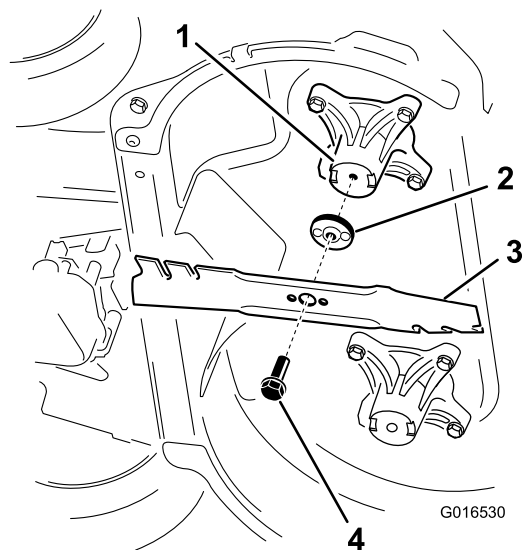

Figura 45
2. Retire cada lâmina como se mostra na Figura 45.
1. Instale a primeira lâmina de forma a que esteja na horizontal, juntamente com todos os dispositivos de montagem como se mostra na Figura 45.